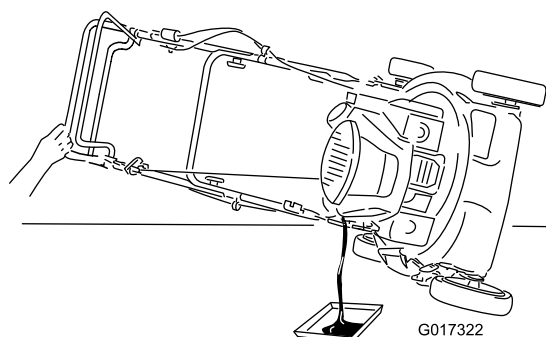

Figure 18
3. Inclinez la machine sur le côté (filtre à air en haut), puis retirez la jauge pour vidanger l'huile usagée par le goulot de remplissage (Figure 18).